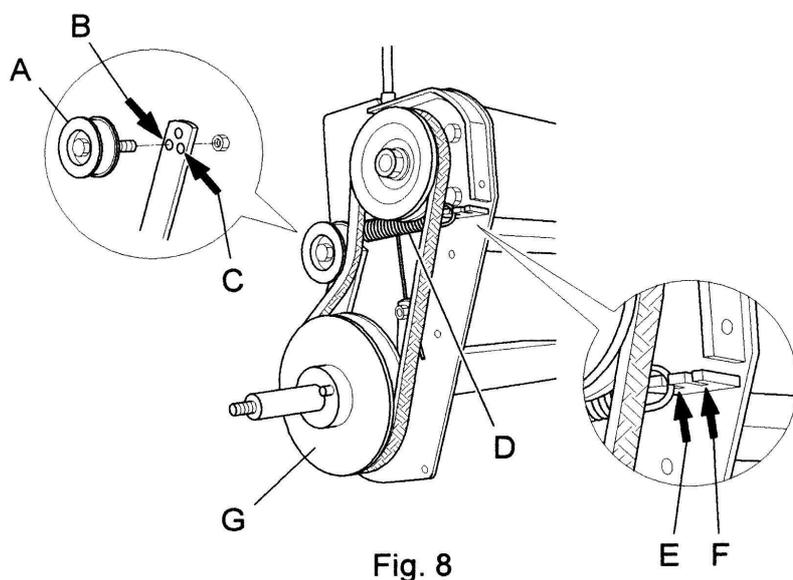

Fig. 8
1. Déplacer le tendeur (Fig. 8, réf. A) de l'orifice B à l'orifice C indiqués figure 8. Au cas où cette opération serait insuffisante pour rétablir la situation optimale de la courroie il est nécessaire de :
2. Déplacer le ressort (fig. 8, réf. D) de la position E à la position F indiquées figure 8. Au cas où cette opération entraînerait une tension excessive de la courroie, il est nécessaire de :
3. Reporter le tendeur (fig. 8, réf. A) de l'orifice C à l'orifice B de la figure 8.
- Tenter de tourner manuellement la poulie (fig. 8, réf. G) dans le sens contraire des aiguilles d'une montre.